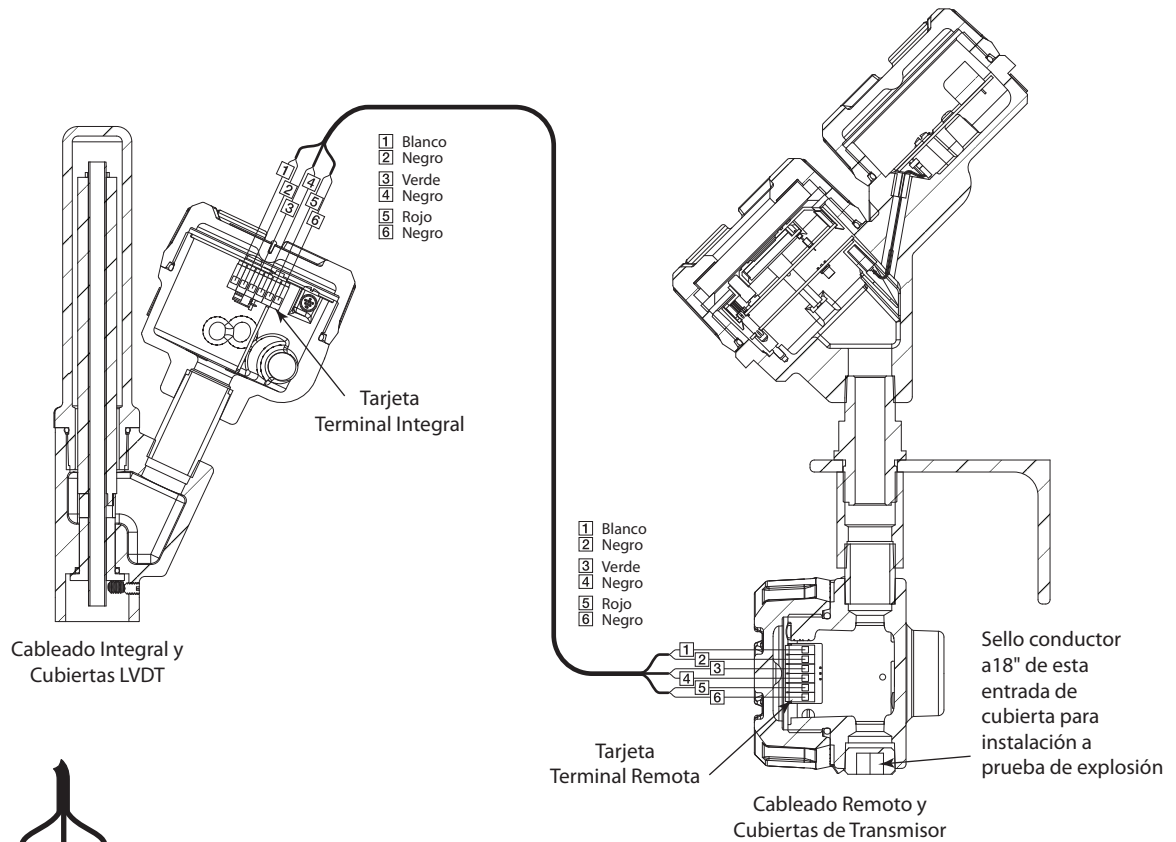

Figura 11
1. Instale conduit a Prueba de Explosión desde la cabeza del transmisor E3 hasta la cubierta terminal de montaje integro en el LVDT. Se requiere un adaptador conduit A Prueba de Explosión (sello EY) hasta 18" de la cabeza de cableado del transmisor de montaje remoto (vea figura 11). Siga los pasos 2 a 7 del procedimiento de cableado de Montaje Remoto en la página 12.